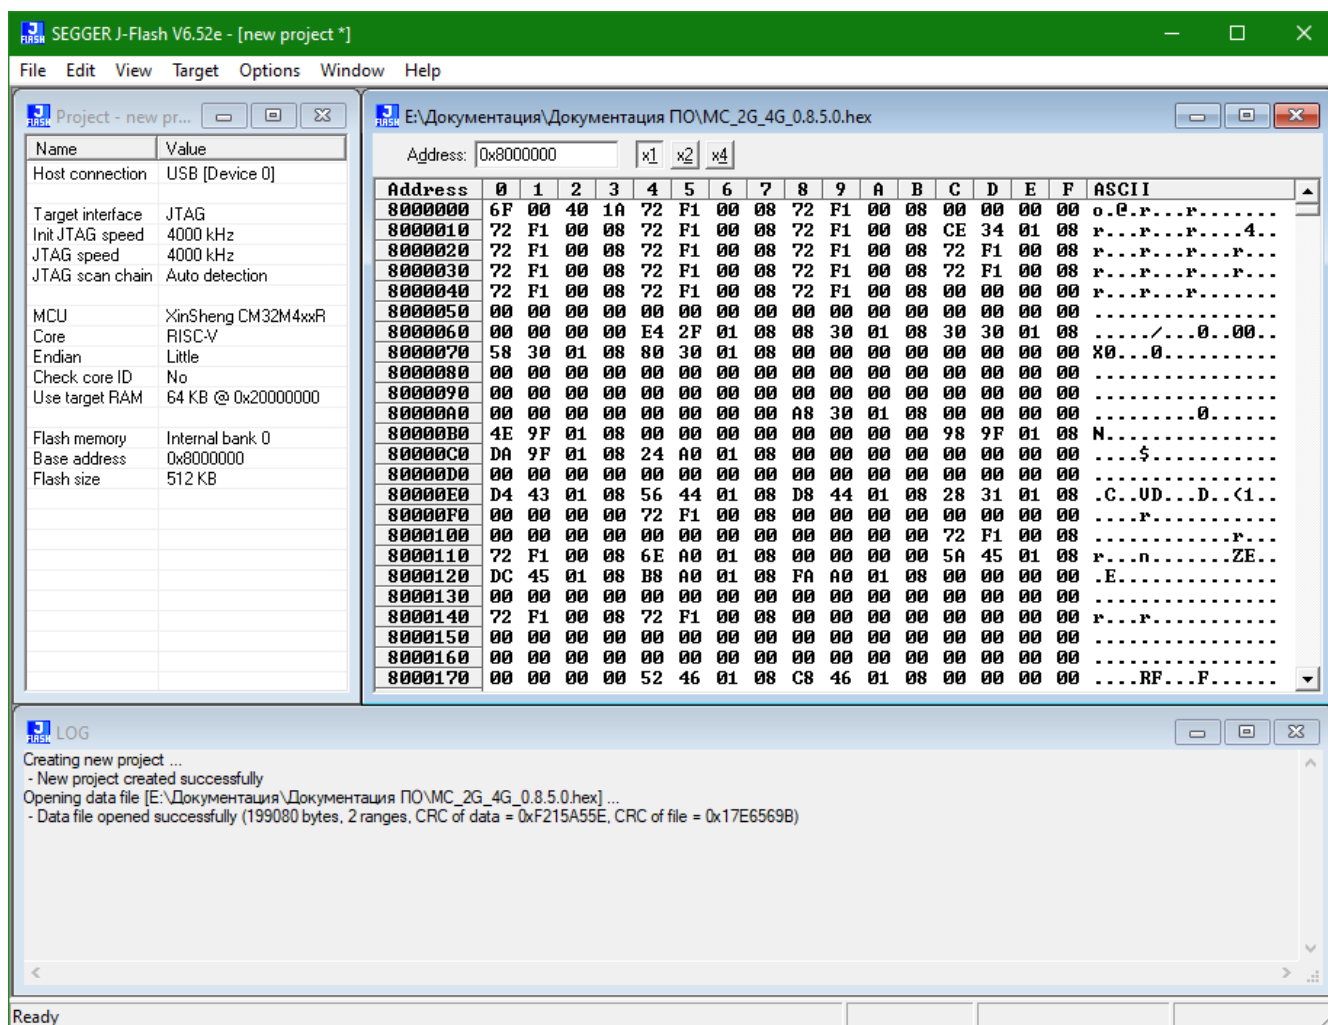

Рисунок 8 — Успешное открытие файла с прошивкой
2.11 При успешном открытии файла прошивки откроется окно, отображающее его содержимое (рисунок 8).